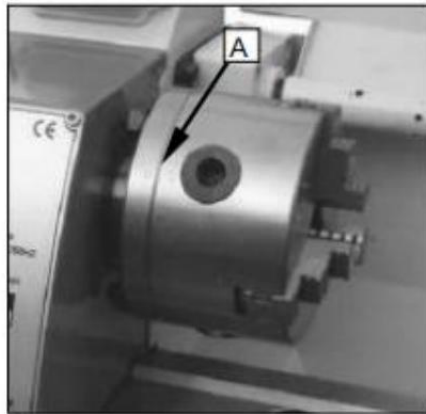

Fig. 26
en utilisant ce mandrin universel rond et triangulaire carré hexagonal octogonal et douze stocks angulaires peuvent être serré . (Fig.26)
Pour le mandrin à 3 mors d'origine qui était monté sur le tour, l'usine a monté le mandrin de la meilleure façon pour garantir le tenir précision avec deux " 0 " marque (A) La Fig.26 est montrée sur le mandrin et bride de mandrin.